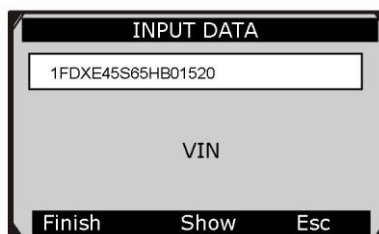

Рисунок 6-13
8) Введите правильный VIN-номер автомобиля в окне **INPUT DATA [ВВОД ДАННЫХ]**. См. рисунок 6-13.